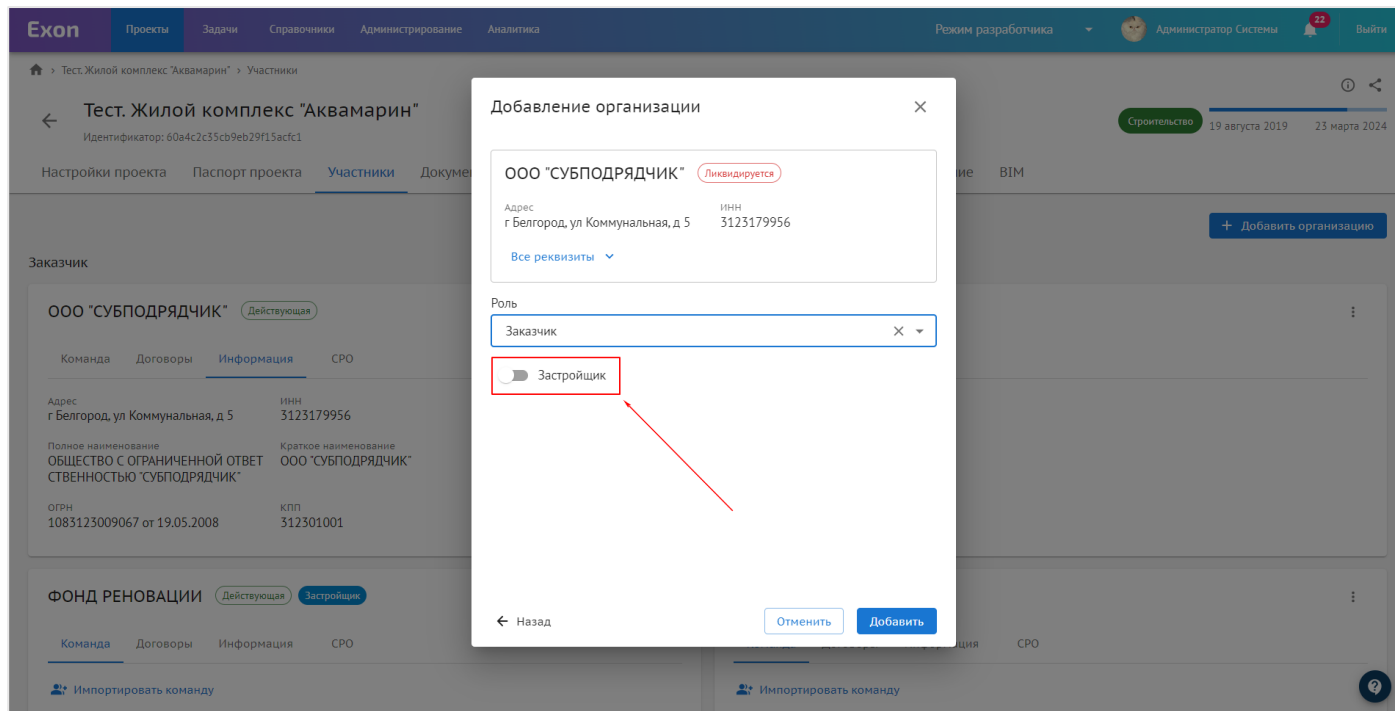

Рис. 25 – Отметка «Застройщик»
5. Если организация является застройщиком, то это также необходимо указать с помощью ползунка (рис. 25);